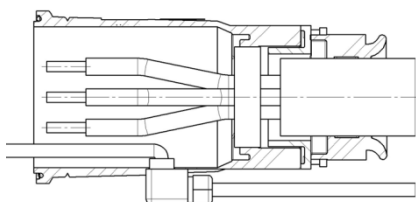

Abb. 54: Winkelkabelverschraubung
4. Für 200-A-Hochstromsteckkontakte Winkelkabelverschraubung für das Pilotkabel gemäss Abb. 54 vorsehen.